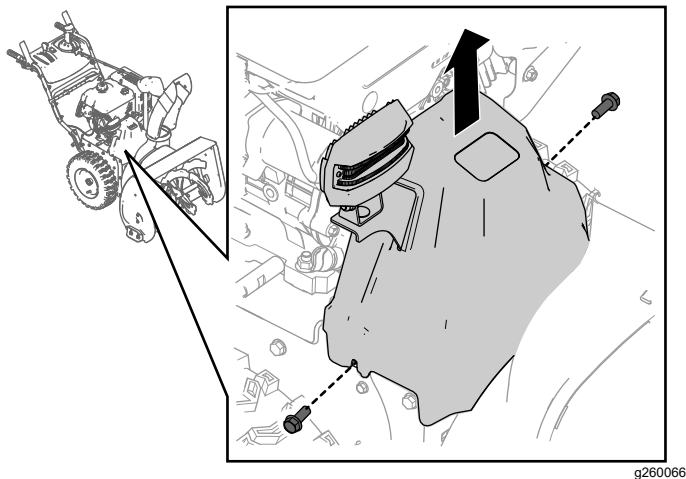

Figura 25
1. Rimuovete le 2 viti che fissano in posizione il copricinghia (Figura 25).
2. Rimuovete il copricinghia (Figura 25).